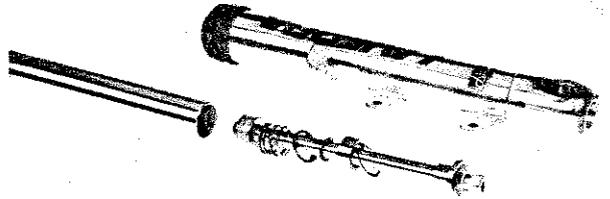

Fig. 209
- 13) Togliendo con le apposite pinze a becchi l'anello seeger posto internamente all'estremità inferiore di ciascun stelo, si può sfilare il pistone dell'ammortizzatore. Osservare la disposizione dei componenti l'ammortizzatore (Fig. 209).
Carefully note the location of each part of the damper assembly (Fig. 209).